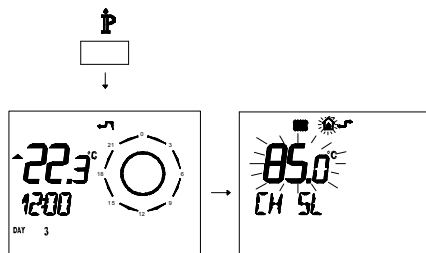

Figura 5.41
- Premere per più di 3 secondi il pulsante **P** per entrare in modalità *INFO* (Figura 5.41).